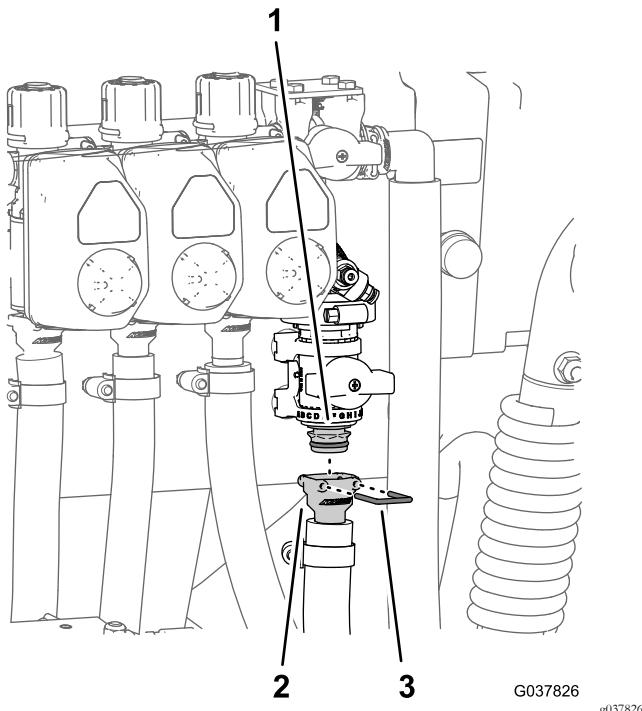

图98
2. 将软管的直通宝塔接头安装到法兰切断阀的快速连接头上图98。
3. 使用随软管快速连接接头提供的卡环固定直通宝塔接头和快速连接接头 图98。